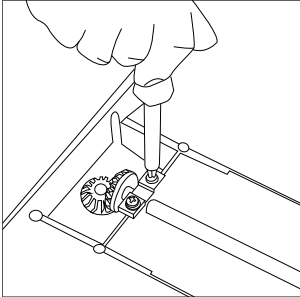

Рис.8
1. Вигвинтите два притискних гвинта (Рис. 8)